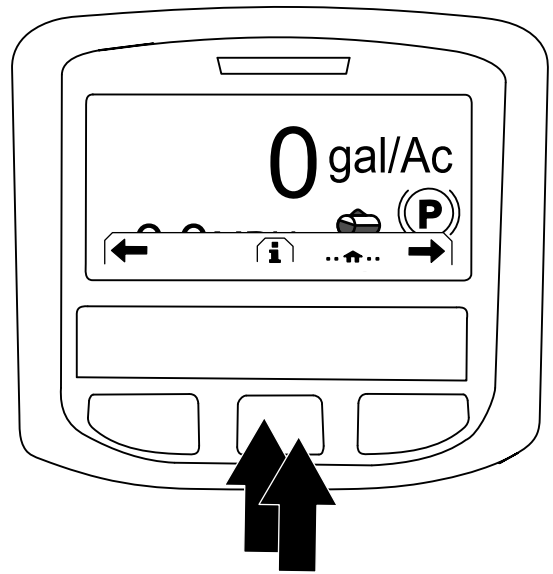

图227
3. 按 InfoCenter 信息中心上的中间按钮可访问主菜单 图227。
2. 在主屏幕上按 InfoCenter 信息中心上的中间按钮可进入导航屏幕 图227。